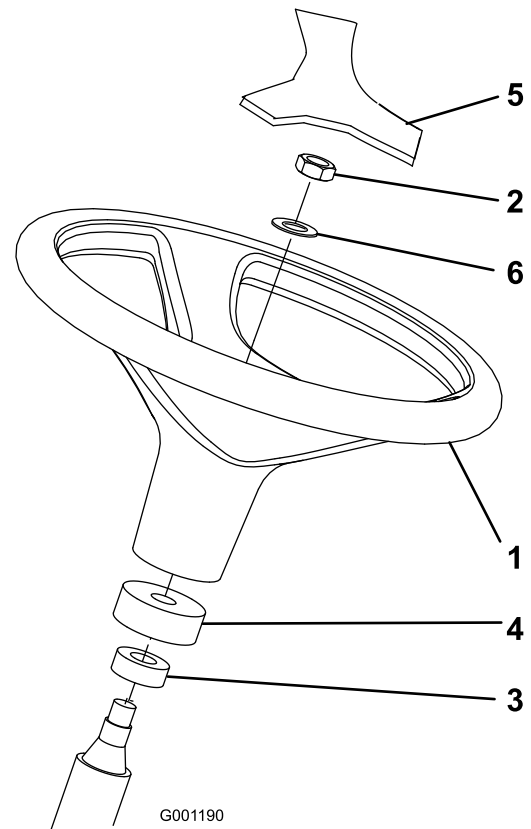

Bild 3
- Entfernen Sie die Klemmmutter und Scheibe von der Lenkwelle. Stellen Sie sicher, dass die Lenkwelle einen Schaumkragen und eine Staubabdeckung hat (Bild 3).
- Ziehen Sie das Lenkrad und die Scheibe auf die Lenkwelle auf (Bild 3).
5. Befestigen Sie die Abdeckung am Lenkrad (Bild 3).